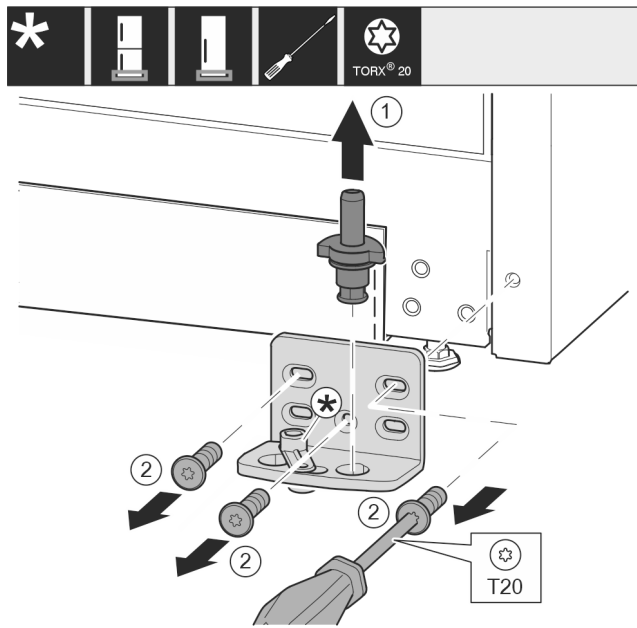

Fig. 14
- Повністю витягніть опорний гвинт Fig. 14 (1) рухом вгору.
- Викрутіть гвинти Fig. 14 (2) за допомогою викрутки та зніміть опорний кронштейн.